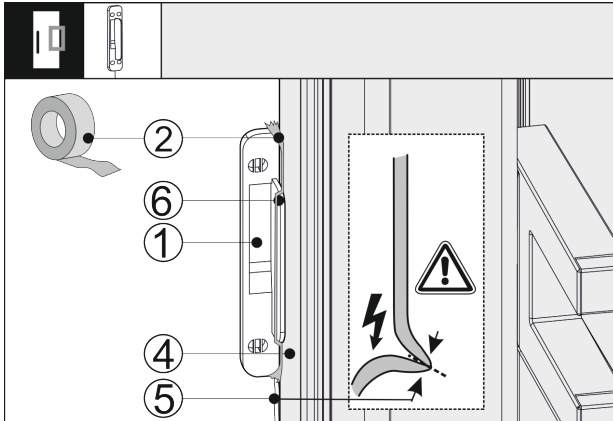

Fig. 42
- Pielieciet klauvējiena sensoru Fig. 42 (1) sānos pie ierīces durvīm Fig. 42 (4), tā ka atduris Fig. 42 (6) piekļaujas pie ierīces durvīm Fig. 42 (4). Sensora kabelis Fig. 42 (5) ir mazliet nospriegots, un arī atrodas pie ierīces durvīm Fig. 42 (4).
- Nofiksējiet klauvējiena sensoru Fig. 42 (1) ar līmlenti Fig. 42 (2). Vēlāk klauvējiena sensoru saskrūvē ar mēbeļu priekšējo daļu.